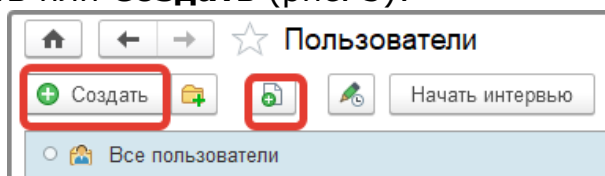

Рисунок 3
3. В открывшемся справочнике добавьте пользователя на основе другого пользователя или с нуля. Для этого нажмите кнопку **Копировать** или **Создать** (рис. 3):